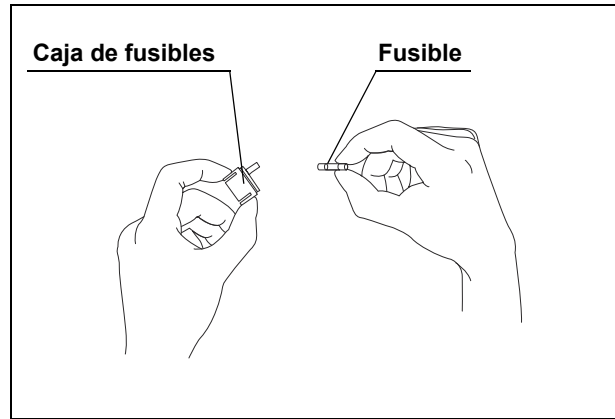

Figura 5.11
3. Sustituya los dos fusibles (véase la figura 5.11).